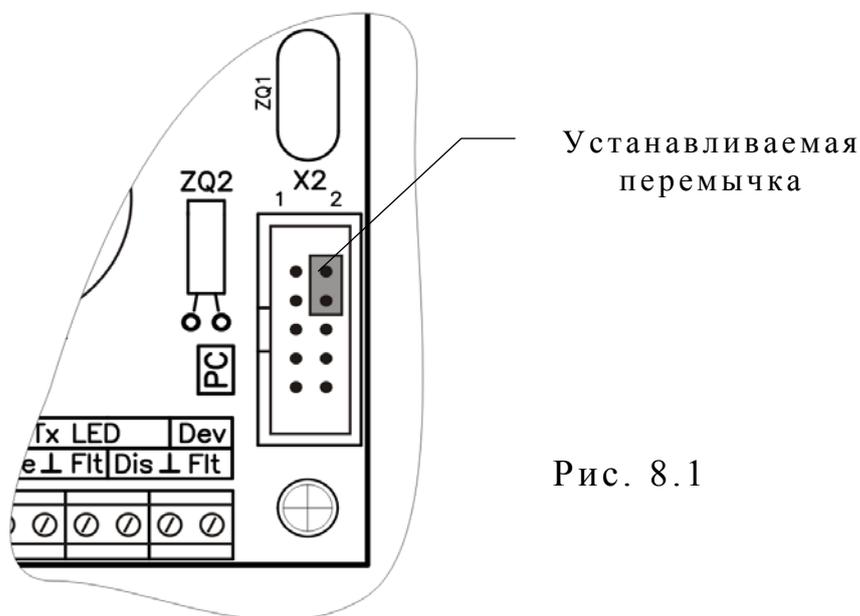

Рис. 8.1
- замкнуть перемычкой контакты 2 и 4 разъема «РС» на плате коммуникатора как указано на рис. 8.1;